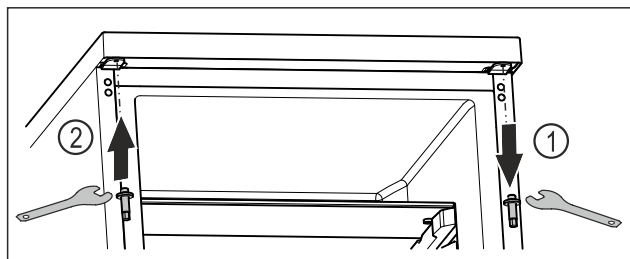

Fig. 22
- ▶ Dévisser l'axe supérieur avec une clé mâle coudée pour vis à six pans creux. *Fig. 22 (1)*
- ▶ Serrer l'axe du côté opposé avec une clé mâle coudée pour vis à six pans creux. *Fig. 22 (2)*